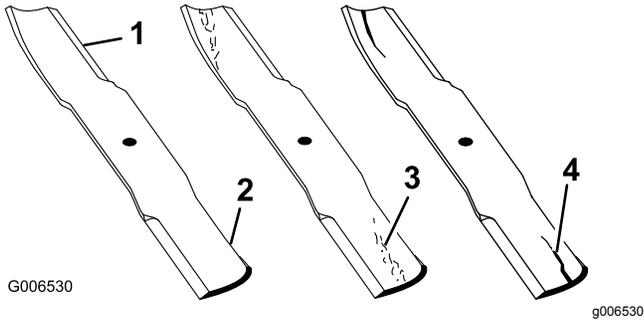

Figura 49
1. Controllate i taglienti (Figura 49).
- Controllate le lame, in particolare l'area curva (Figura 49).
Nota: In caso di danni, usura o scanalature nell'area (Figura 49, voce 3) montate immediatamente una nuova lama.